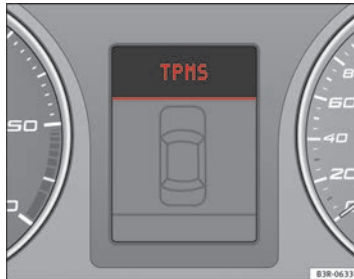
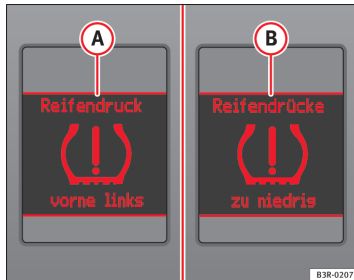

Abb. 45 Display: Systemstörung
Abb. 46 Display: Warnmeldung mit Warntext
Die gelbe Kontrollleuchte (L) leuchtet dauerhaft, wenn eine Systemstörung vorliegt oder wenn der Reifenfülldruck an mindestens einem der Reifen zu niedrig ist. Bei einer Systemstörung wird TPMS im zentralen Display des Kombiinstruments angezeigt ⇒ Abb. 45. Sobald ein abrupter Reifendruckverlust eintritt, wird am Mitteldisplay des Kombiinstruments die Meldung (A) ⇒ Abb. 46 eingeblendet. Wenn ein langsamer Reifendruckverlust eintritt, wird am Mitteldisplay des Kombiinstruments die Meldung (B) ⇒ Abb. 46 eingeblendet. Diese Meldung gibt nicht den jeweils betroffenen Reifen an. Wenn dies geschieht: